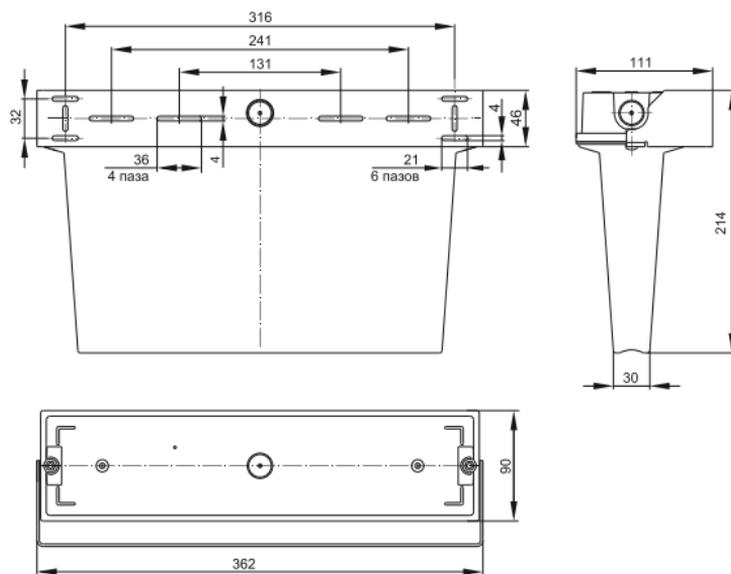

Рисунок 2 – ССА 5043-1; ССА 5043-3
4.6 Светильник типа ССА 5043-1, ССА 5043-3 монтируется на потолок и закрепляется через монтажные отверстия (рисунок 2) при помощи винтов и дюбелей (входящих в комплект поставки).